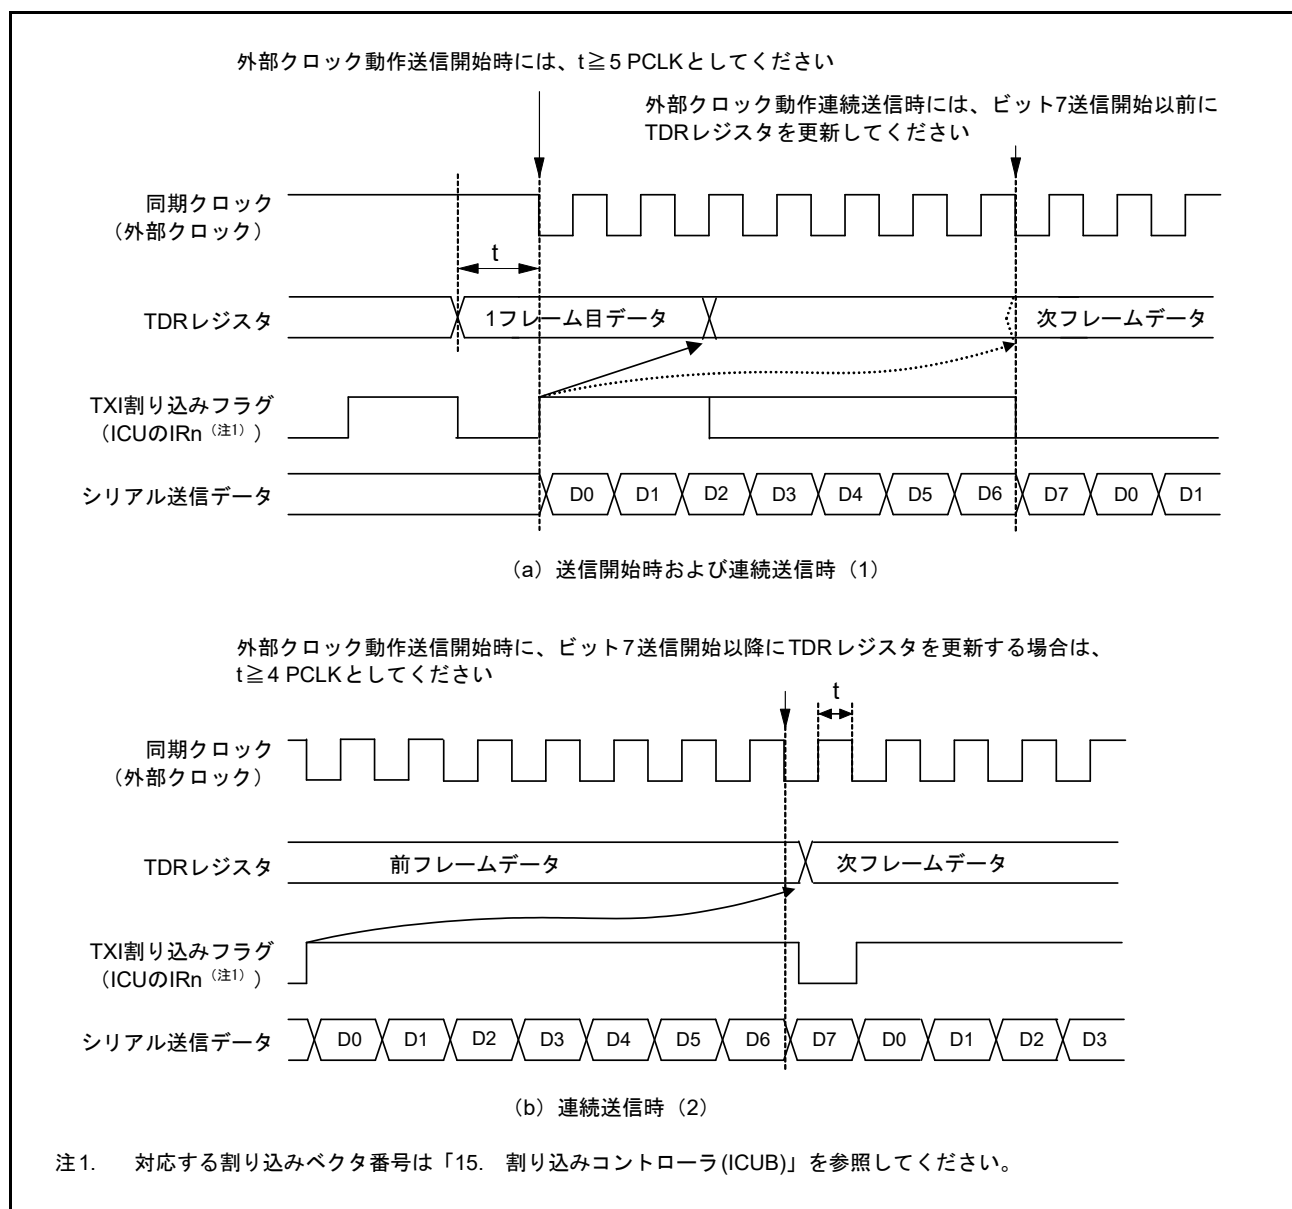

図 37.80 クロック同期式モード送信での外部クロック使用の制約事項
CPU、DMAC または DTC による TDR レジスタの更新後、PCLK で 5 クロック以上経過した後に送信クロックを入力してください (図 37.80 参照)。
- (a) ビット7の送信クロックの立ち下がり以前に、TDR レジスタまたはTDRL レジスタに次の送信データを書き込んでください (図 37.80 参照)。
- (b) ビット7送信開始以降に TDR レジスタを更新する場合は、同期クロックが Low の期間に TDR レジスタを更新し、かつビット7の送信クロックの High 幅を、4 PCLK 以上にしてください (図 37.80 参照)。